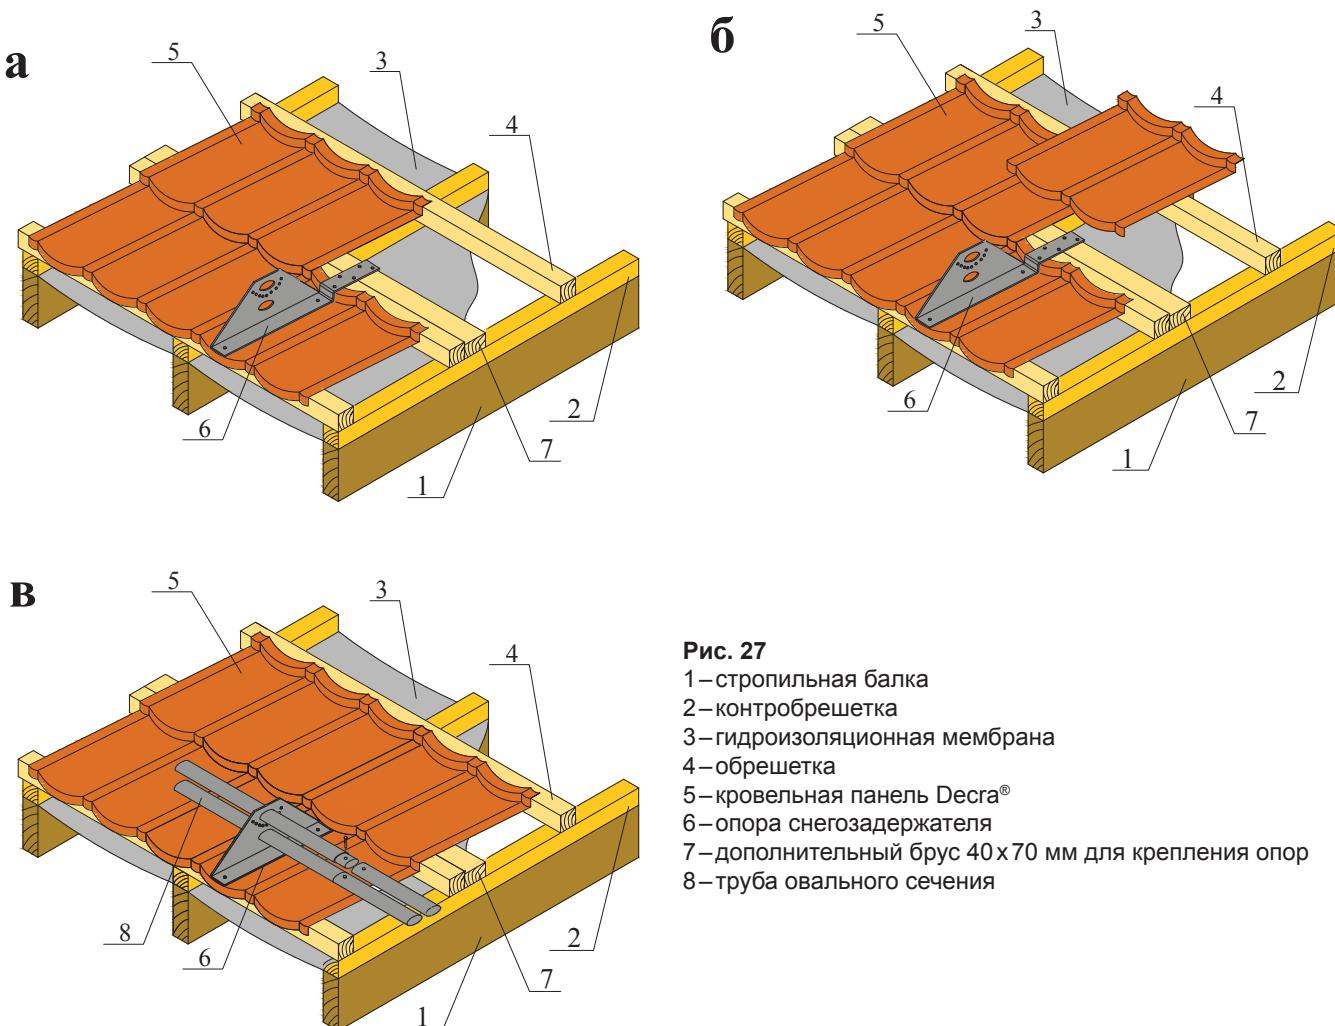

Рис. 27
4.12.1. В случае, если проектом предусмотрена установка снегозадержателей, их устанавливают как показано на рис. 27а, б. в.